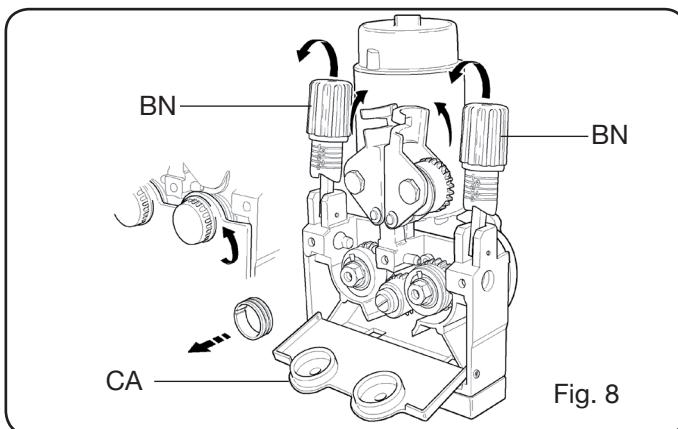

Fig. 8
- Kontrollér at rullernes hals svarer til diametern på tråden der anvendes. For en eventuel udskiftning skal man foretage følgende (Fig. 8):